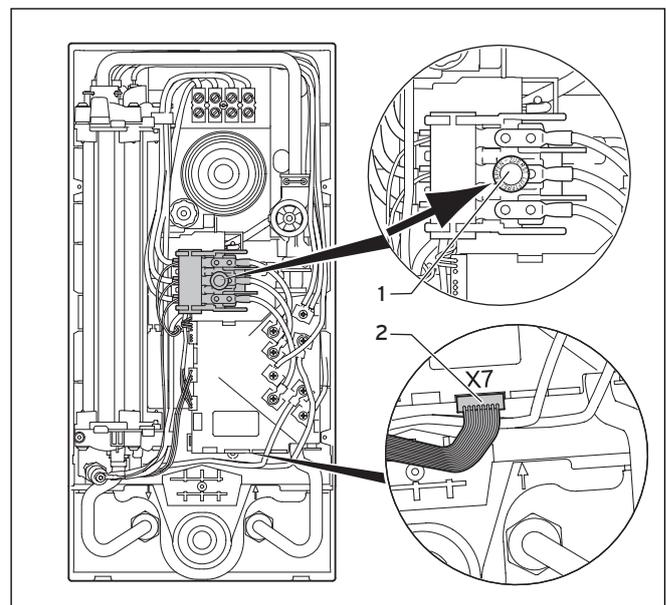

Abb. 5.1 Sicherheitsschalter
- Drücken Sie den Sicherheitsschalter (1) ein, wie in Abbildung 5.1 gezeigt.
- Stecken Sie das Kabel für das Display am Steckplatz X7 auf der Elektronik ein, wie in Abbildung 5.1, Position (2) dargestellt.
- Setzen Sie die Geräteverkleidung (3) auf.
- Ziehen Sie die beiden Schrauben (2) an.
- Greifen Sie die Blende (1) an den beiden Laschen.
- Stecken Sie die Blende (1) auf.